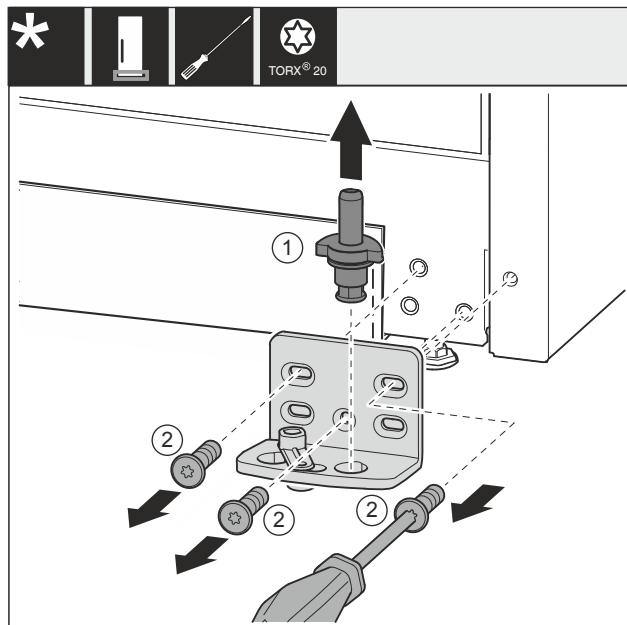

Fig. 21
- Izvucite svornjak ležaja Fig. 21 (1) potpuno prema gore.
- Odvijačem odvrtite vijke Fig. 21 (2) i skinite podložak ležaja.